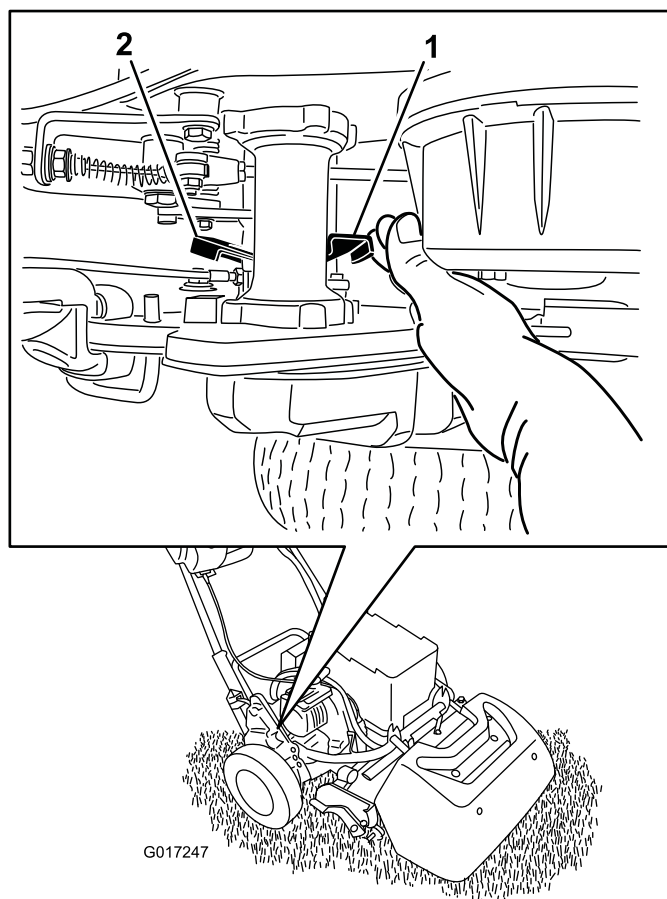

Figure 38
1. Dans l'angle arrière droit de la machine, localisez le levier d'engagement/désengagement de la transmission aux roues, près du tambour d'entraînement (**Figure 38**).